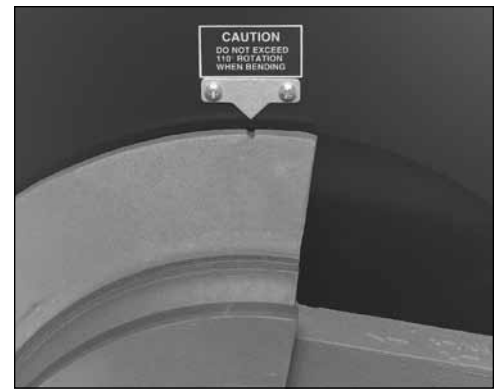

Рис. 5 32 и 50 мм (1 1/4 и 2 дюйма)
1. Нажмите на клавишу функции ГИБКА или РАЗГРУЗКА. Поворачивайте башмак для гибки до тех пор, пока нужная контрольная риска на башмаке для гибки не совпадет со стрелкой на лицевой панели. (См. рис. 5 и 6.) Обратите внимание на разницу положений башмака для гибки на каждом рисунке. Зажим для трубки должен свисать вертикально с башмака для гибки.